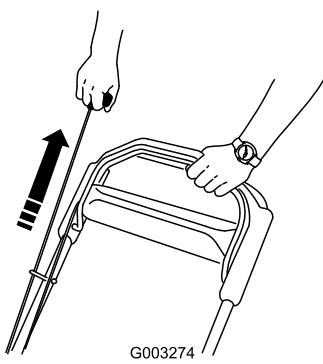

Figure 15
2. Tournez la clé de contact (modèles 20796 uniquement) (Figure 14) ou tirez la poignée du lanceur (Figure 15).